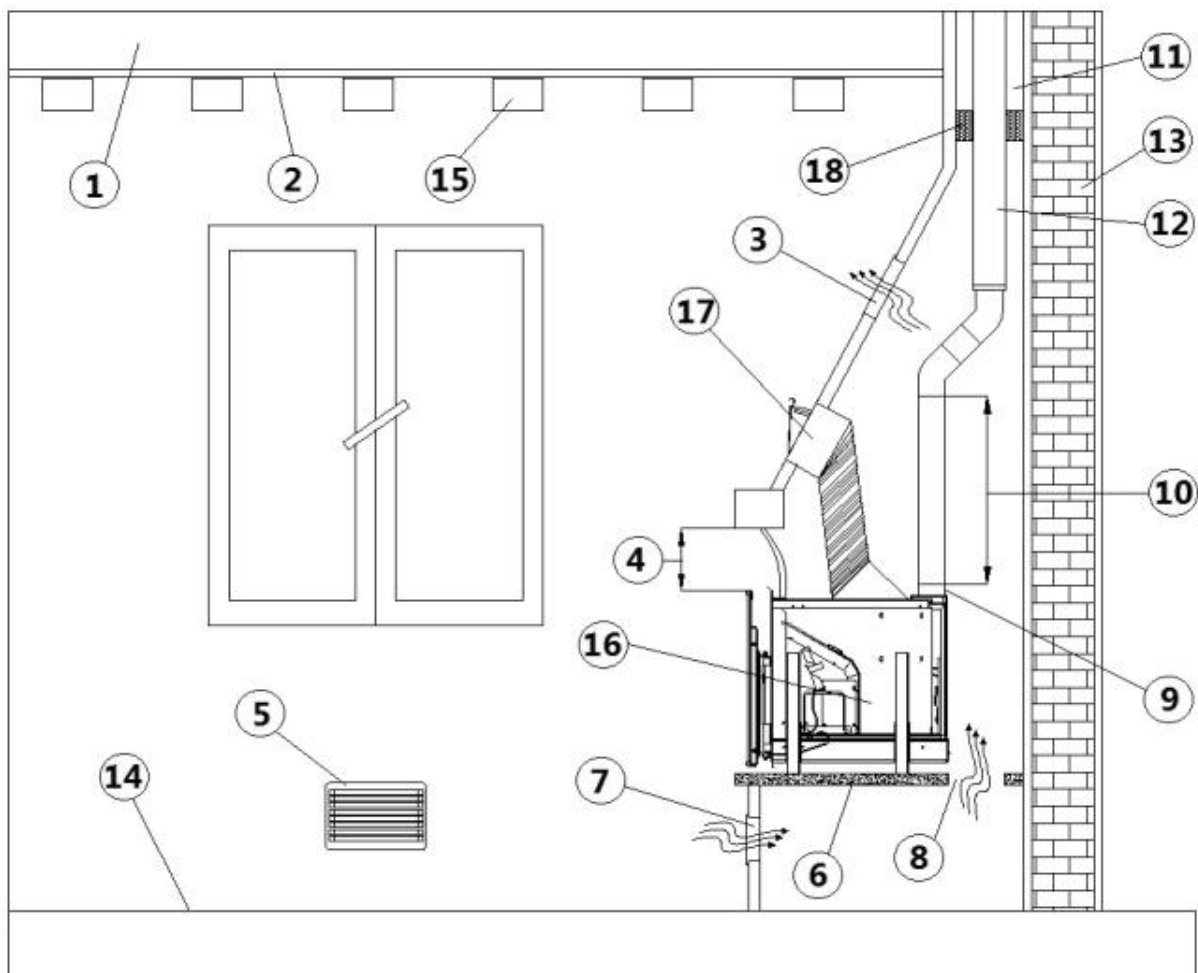

Fig. 25 - Instalação com lareira pré-existente
*Certificar-se de que o fluxo de saída superior de ar quente esteja livre de obstruções, ver **Fig. 25**.*
LEGENDA Fig. 25